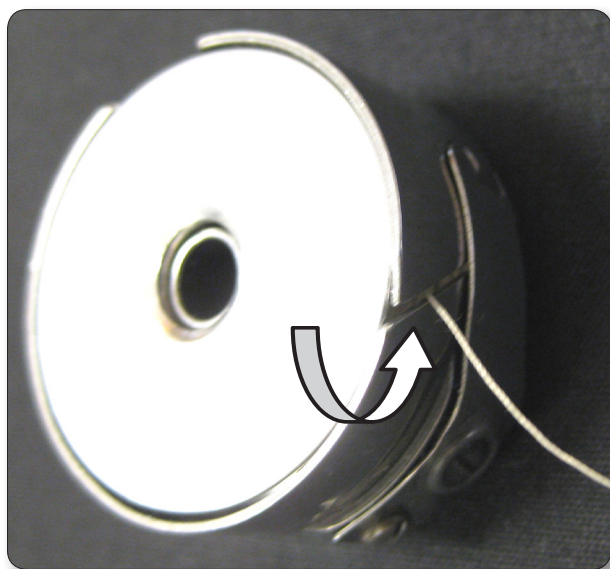

Abb. 14
2. Faden durch den Schlitz ziehen (Abb. 14) und unter der Spannfeder durchführen, dabei ein Faden-Ende von etwa 15 cm lose heraushängen lassen (Abb. 14 und 15).